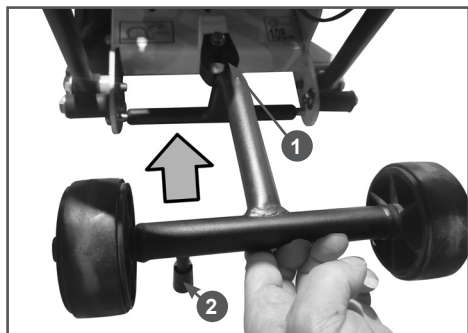

Рис. 17 Фиксация тележки в зажиме
Тележку нужно закрепить на раме двигателя так, чтобы после установки тележки резиновые упоры 2 были направлены к земле (Рис. 17).
- Установите тележку в транспортное положение, для чего поднимите её вверх и закрепите её в резиновом зажиме 1 (Рис. 17).